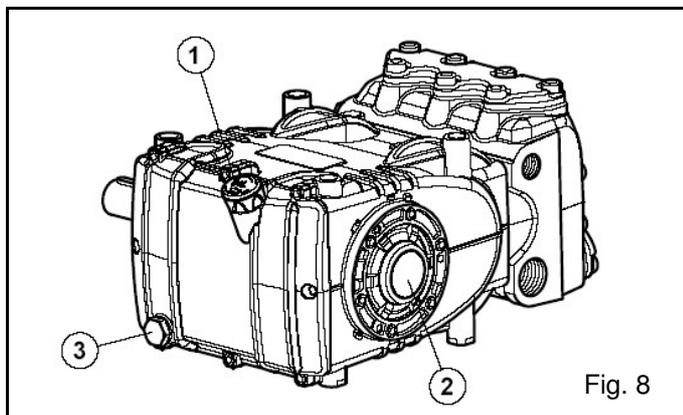

Fig. 8
Controllare almeno settimanalmente il livello dell'olio vedi Fig.8.
Se necessario rabboccare dall'asta livello olio pos.1, Fig.8. Il controllo corretto del livello dell'olio si esegue con la pompa a temperatura ambiente, il cambio dell'olio va eseguito con pompa a temperatura di lavoro rimuovendo il tappo pos.3, Fig.8.